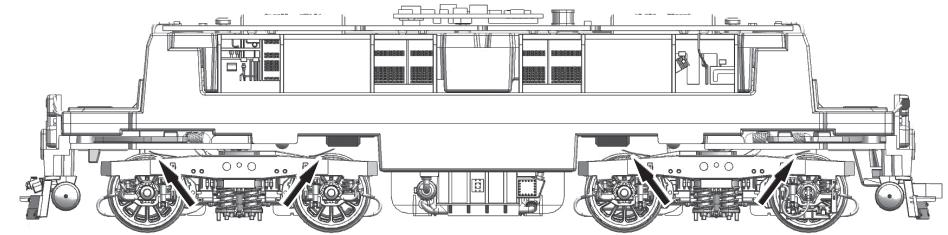

Fig. 9
**3. Haftreifenwechsel:** Zuerst den Getriebedekel abnehmen (Fig. 4). Danach den **Radsatz** herausnehmen und die **Haftreifen** mit einer Nadel od. mit einem feinen Schraubendreher abziehen (Fig. 9). Beim Aufziehen der neuen Haftreifen darauf achten, dass diese sich nicht verdrehen.
**3. Change of traction tyre:** Remove the gear cover (fig. 4). Take out **wheel set** and remove **traction tyre** using a pin or a fine screwdriver (fig. 9). When pressing on the new traction tyre please **avoid twisting it**.